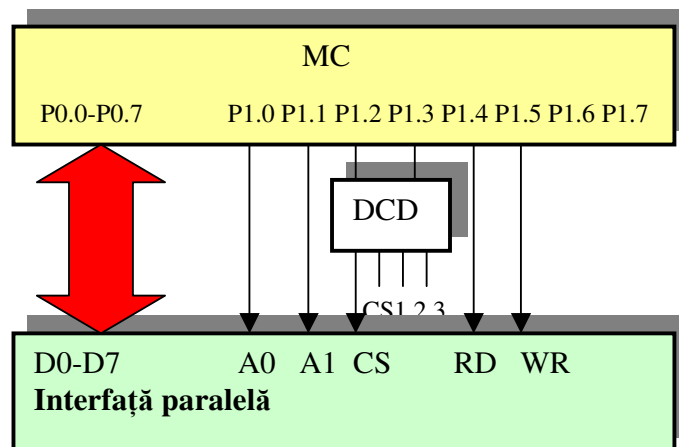

Figura 6.13. Conectarea unui circuit interfață paralelă la porturi paralele
A treia extindere analizată este în cazul în care se dorește conectarea mai multor EP la același port de date. Această situație este analizată într-un exemplu de conectare a unui circuit de interfață paralelă la porturi paralele, schema bloc din figura 6.13:
**I. Vezi figura 6.13, pagina 12**